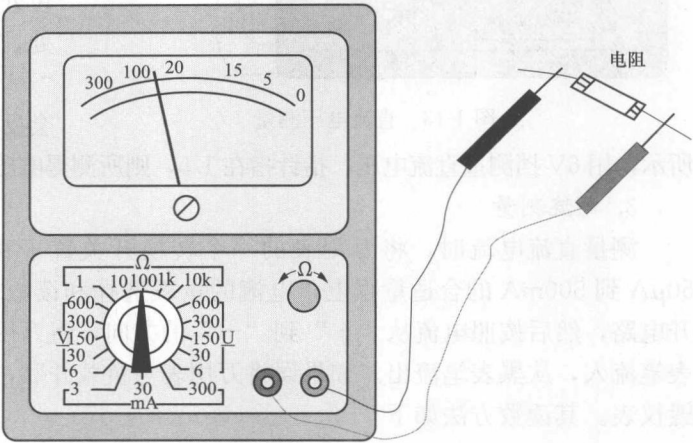

图 1-12 电阻的测量
(1) 选择合适的倍率挡。万用表欧姆挡的刻度线是不均匀的，所以倍率挡的选择应使指针停留在刻度线较稀的部分为宜，且指针越接近刻度尺的中间，读数越准确。一般情况下，应使指针指在刻度尺的 1/3~2/3 间。
(2) 欧姆调零。测量电阻之前，应将 2 个表笔短接，同时调节欧姆（电气）调零旋钮，使指针刚好指在欧姆刻度线右边的零位。如果指针不能调到零位，说明电池电压不足或仪表内部有问题。并且每换一次倍率挡，都要再次进行欧姆调零，以保证测量准确。
(3) 测量和读数。如图 1-12 所示，将万用表两个表笔分别接触电阻两端，观察万用表指针，表头的读数乘以倍率，就是所测电阻的电阻值。如用数字万用表测量，可以直接读数。